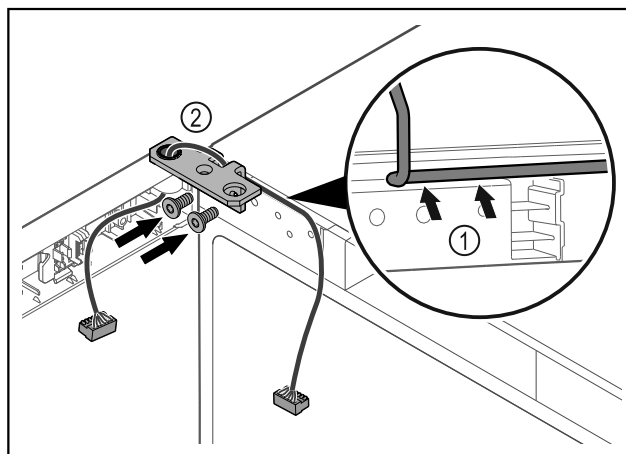

Fig. 48
- ▶ Provedite kabel kroz izrez na kutnoj šarki i oprežno ga položite Fig. 48 (1).
- ▶ Navrnite kutne šarke Fig. 48 (2).